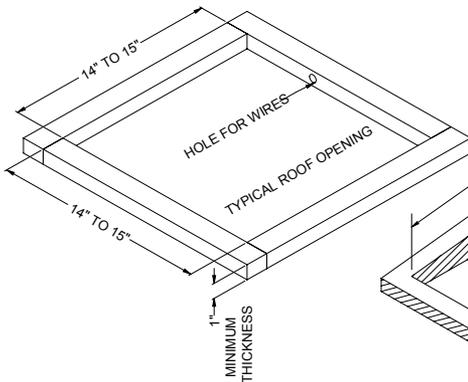

FIGURE 1
- c. Examinez l'ouverture du toit. Si l'ouverture est plus petite que 35,56 cm x 35,56 cm (14 po x 14 po), vous devrez l'agrandir. Si l'ouverture est plus grande que 38 x 38 cm (15 x 15 po), vous devrez fabriquer un cadre de montage sur place pour réduire la taille de l'ouverture (voir Figure 1).
2. Si vous n'employez pas une ouverture d'évent, vous devrez découper une nouvelle ouverture (voir Figure 1) dans le toit du véhicule. Une ouverture correspondante devra aussi être découpée dans le plafond à l'intérieur du véhicule. Découpez l'ouverture du plafond soigneusement. Si le plafond est recouvert de tapis, vous pourriez l'effilocher. Une fois les ouvertures dans le toit et le plafond découpées à la taille appropriée, vous devez installer un élément de soutien encadré entre le toit (extérieur) et le plafond (intérieur). L'élément de renforcement encadré doit respecter les lignes directrices suivantes :
(1 po) entre le toit du véhicule et son plafond (intérieur). Un cadre de soutien type est illustré dans la Figure 1.